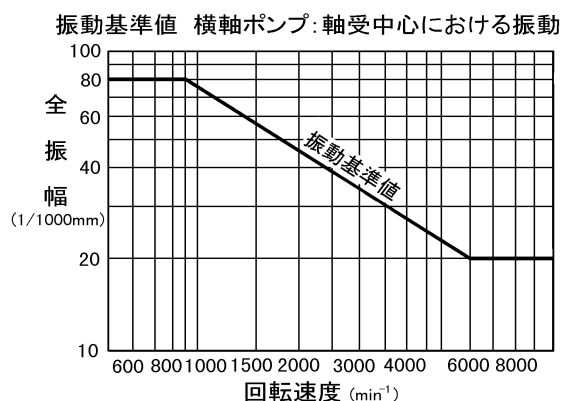

図 27
- (3) 軸受許容温度は、室温+40℃以下かつ 75℃（軸受表面温度）以下です。
- (4) 軸封にメカニカルシールを使用の場合は、正常ならば水漏れはほとんどありません。水漏れが多くなった場合は交換してください。グランドパッキンを使用の場合は、水漏れ量約 20mL/min が適当です。グランドパッキンの締めすぎや片締めは、故障の原因になります。
- (5) 据付や配管工事が正しく施工されている場合の、振動基準値を図 27 に示します。